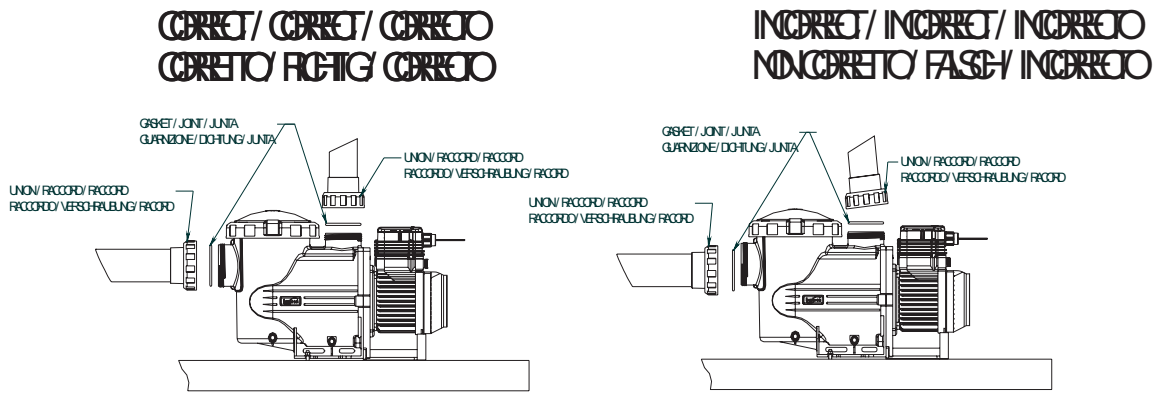

Fig. 3
- Para garantir que a bomba trabalhe corretamente, escorve o pré-filtro da bomba até que a água suba pelo cano de aspiração (Fig. 3).